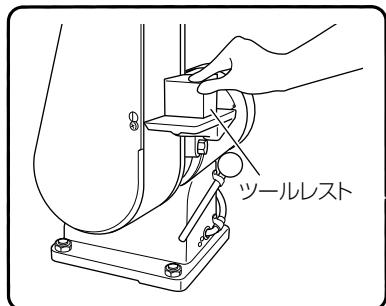

図14
(3) 定盤は立てて使用することもできますので、この場合はツールレストに被研削物を乗せて、研磨ベルトに軽く押し付けます。(図14)